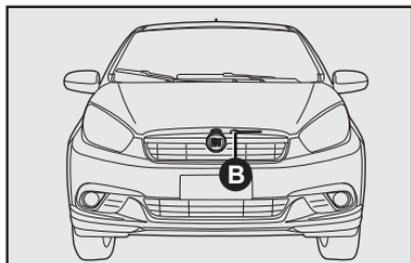

fig. 93
2) Mueva hacia arriba la traba **B-fig. 93**;